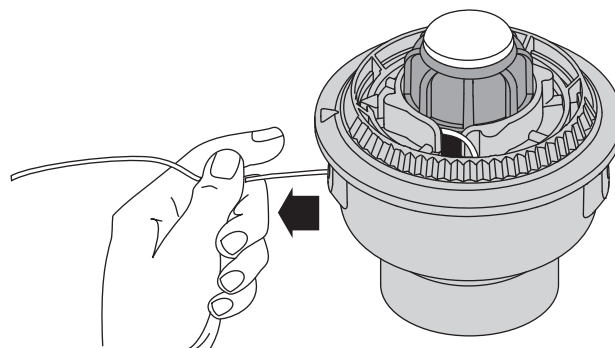

Fig. 15
6. Saque la línea de la bobina exterior hasta que esté tirante contra el carrete interior (Fig. 15).